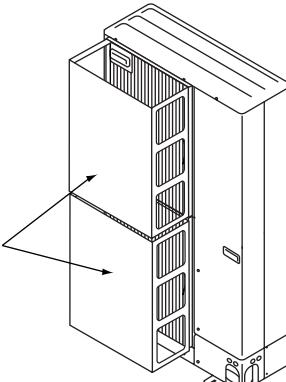

Fig. 3-3
- ② Instale uma guia de ar opcional se a unidade estiver instalada num local sujeito a fortes ventos, como no caso de tufoes, por exemplo, que possam entrar directamente na saída de ar. (Fig. 3-3)